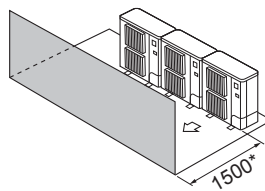

Fig. 2-11
- ③ Obstáculos apenas na parte da frente (Fig. 2-11)